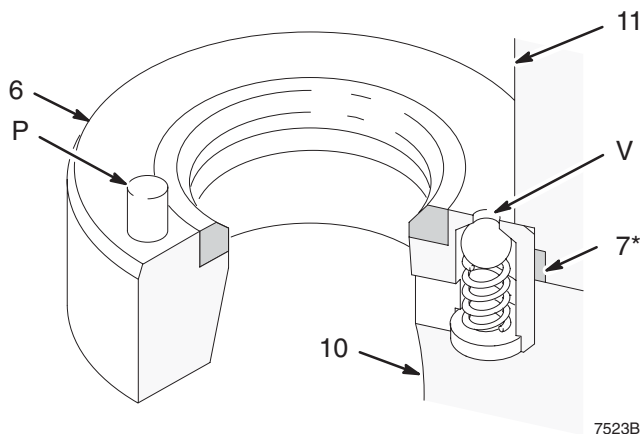
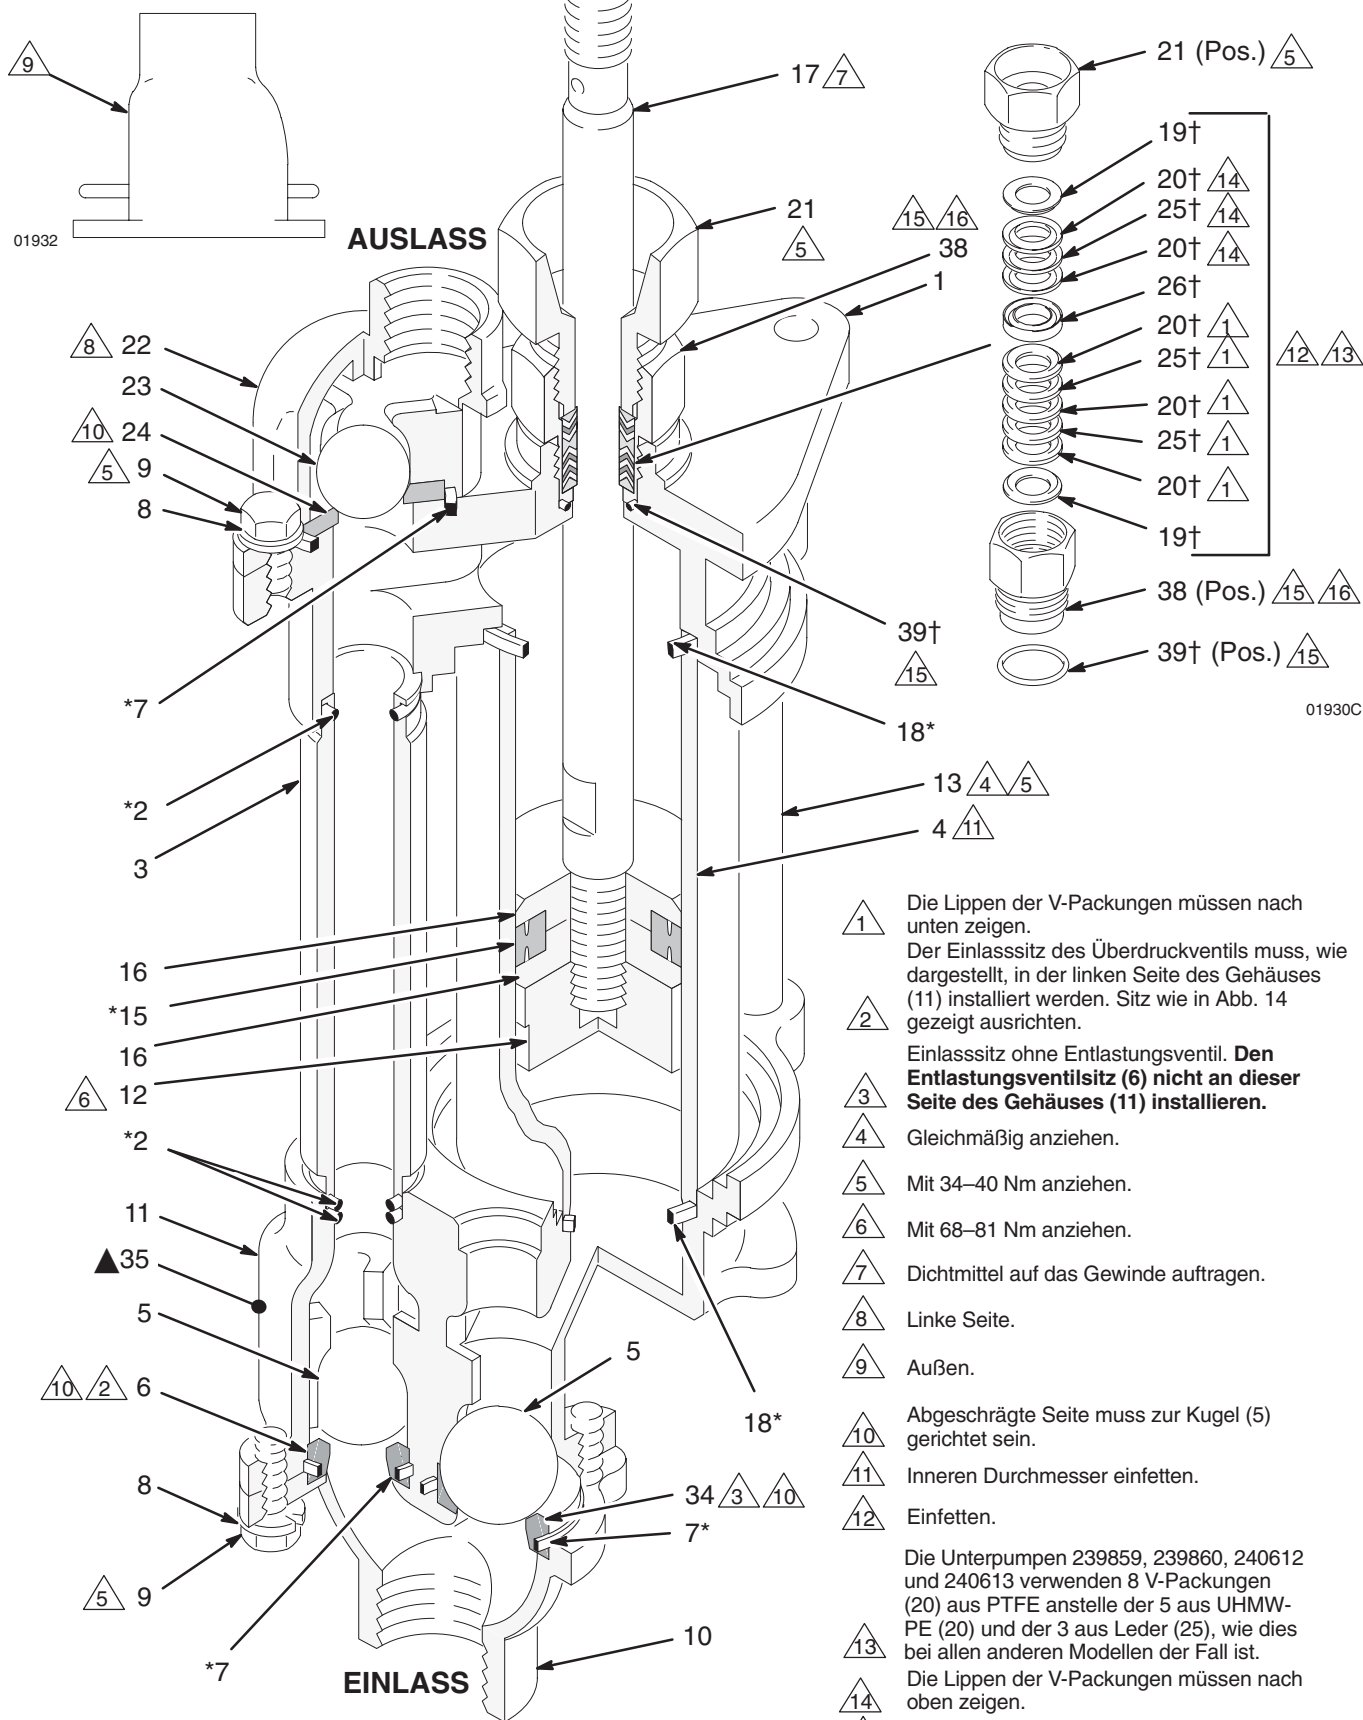

Abb. 14
Abb. 15
1. Die zwei Hälften des Kolbens (16) rund um die Packung (15*) geben und einrasten lassen. Siehe Abb. 15.
2. Gewindedichtmittel auf das Gewinde der Kolbenstange (17) auftragen. Die Stange durch den Kolben und die Packungen in die Spezial-Kolbenmutter (12) schrauben. Die Mutter mit einem Drehmoment von 68–81 Nm festziehen.
3. Das untere Pumpengehäuse (11) umdrehen und die Kugeln (5) und Dichtungen (7*) installieren.
Der Entlastungsventilsitz (6) **muss** am Materialeinlass installiert werden, wie dies in Abb. 15 dargestellt ist. Das Entlastungsventil entlässt den Druck, der sich im Pumpenzylinder ansammelt, wenn die Pumpe abgeschaltet wird, und verringert die Gefahr einer zu hohen Druckbeaufschlagung der Pumpe. Wird der Sitz an einer anderen Stelle installiert, kann er seine Druckentlastungsfunktion nicht mehr erfüllen.
4. Den Einlasssitz (6) des Entlastungsventils an der linken Seite des unteren Gehäuses (11) installieren, wie dies in Abb. 15 dargestellt ist (der Pfeil am Aufkleber 35 weist zur richtigen Stelle). Der Stift (P) am Sitz muss nach oben in das Gehäuse zeigen. Der Stift begrenzt die Positionierung des Sitzes, wodurch sichergestellt wird, dass die Belüftungsöffnung (V) nicht durch einen Teil des Gehäuses blockiert wird. Siehe Abb. 14.
5. Den Einlasssitz ohne Entlastungsventil (34) an der rechten Seite des unteren Gehäuses (11) installieren.
6. Das Einlassgehäuse (10) am unteren Pumpengehäuse (11) anlegen. Die Federringe (8) und Hutschrauben (9) installieren. Mit 34–40 Nm anziehen. Siehe Abb. 15.
7. Das Einlassgehäuse (10) in einen Schraubstock einspannen. Einen O-Ring (2*) in jede Seite des unteren Pumpengehäuses (11) geben, wo die Rohre (3) sitzen. O-Ringe (2*) in die Rillen an beiden Enden der Rohre geben. Eine Dichtung (18*) sowohl in das obere als auch das untere Gehäuse (1 und 11) geben. Die Rohre und Zylinder (4) in das untere Gehäuse (11) geben.
8. Die Innenseite des Zylinders (4) einfetten. Den Kolbensatz in den Zylinder schieben.
9. **Bei Edelstahl-Pumpen** den O-Ring (39†) an der Halspatrone (38) installieren, danach die Halspatrone in das obere Pumpengehäuse (1) schrauben.
10. Die Halspackungen und Ringe einfetten. Einen Stützring (19†), danach fünf V-Packungen *mit den Lippen nach unten installieren*: eine UHMWPE-Packung (20†), eine Leder-Packung (25†), UHMWPE, Leder, UHMWPE. Den Gegenring (26†) installieren. Drei V-Packungen *mit den Lippen nach oben installieren*: UHMWPE, Leder, UHMWPE. Den anderen Stützring (19†) installieren. Die Packungsmutter (21) handfest anziehen.